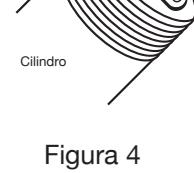

Figura 4
4. Empuje el cartucho de grasa dentro del cilindro hasta que el borde de su lengüeta retráctil toque el reborde del cilindro (vea la Figura 4). Despues quite el sella de lengüeta retráctil del extremo de cartucho de grasa.